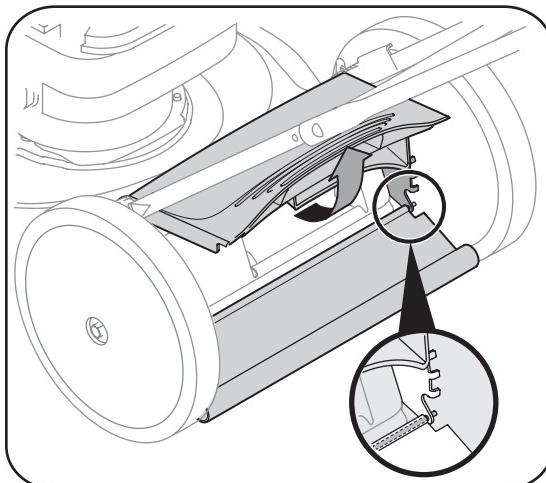

Figura 5-2
1. Para retirar el alerón trasero, corte el extremo plano de la varilla de alambre que lo sujetaba a la cubierta. Vea la Figura 5-2.